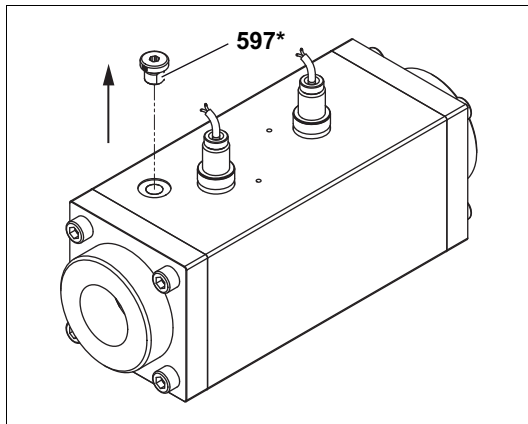

Abb. 3 Verschlusschraube entfernen
1. Verschlusschraube **597*** entfernen, siehe Abb. 3, Seite 13.